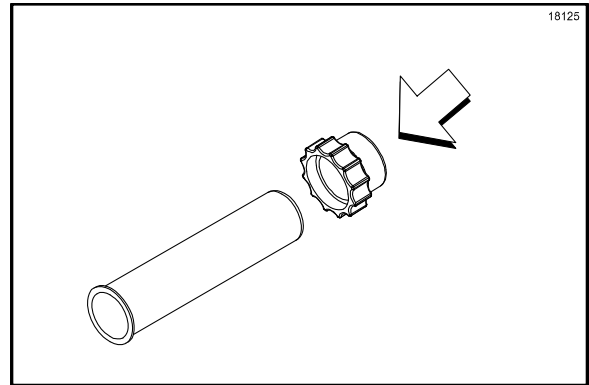

Abbildung 90
5. Sicherungsmutter auf dem Tauchkolbenrohr festschrauben. (Siehe Abbildung 90.)